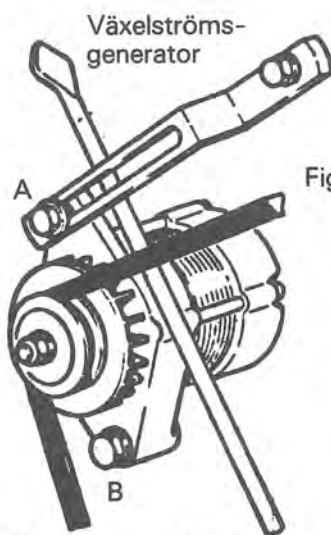

Fig 1.
1. Lossa skruvarna för spännjärn och generatorfäste. A, B, fig 1.
1. Skjut generatoren ut mot sidan med hjälp av spännverktyg och drag fast spännjärnet. (fig. 1 A). Remmen skall gå att pressa in högst 10 mm när du trycker på remmen mitt mellan generator och fläkt. (fig 2).
2. Drag åt skruvarna för spännjärn och generatorfäste. (fig 1. A, B)
3. Drag fast generatorns nedre fästskruv. (fig 1 B)
VARNING: Växelsströmsgenerator – spännverktyg får endast användas mot generatorns framgavel. Se spännjärnets placering fig 1.